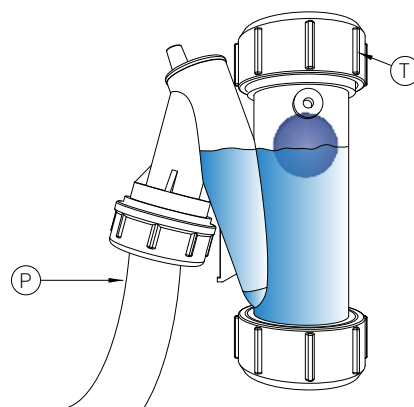

fig.1
- Verter agua con un vaso en la salida de humos del intercambiador hasta llenar el sifón en el punto más alto (fig.1);